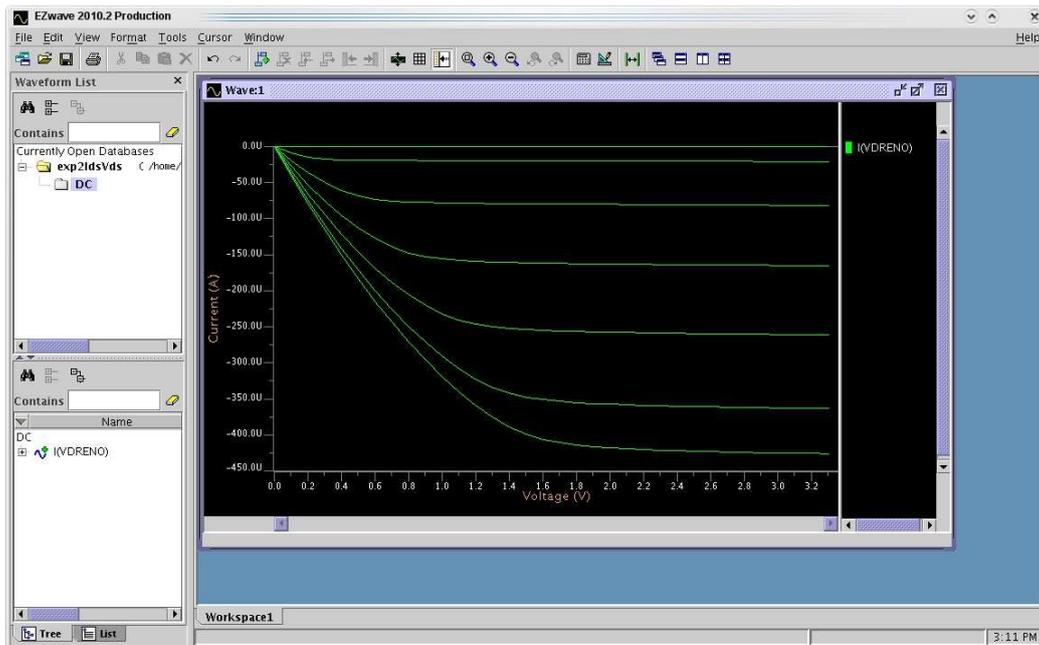

Figura 3. Curva I_{ds} x V_{ds} gerado pela simulação ELDO
h) No **ezwave**, abra a pasta **'exp2IdsVds'** na janela da esquerda, clique em **'DC'**; na janela inferior aparecerá o ícone da análise efetuada. Arraste-o para a janela principal de simulação. A curva resultante deve ser parecida com a mostrada na Figura 3.